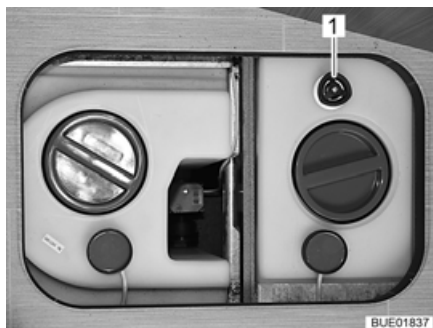

Fig. 192 Réservoir d'eau avec poignée tournante
- Faire tourner à fond dans le sens des aiguilles d'une montre la poignée tournante (Fig. 192,1) située sur le réservoir d'eau.
- Faire tourner la poignée tournante (Fig. 192,1) située sur le réservoir d'eau dans le sens inverse des aiguilles d'une montre jusqu'à ressentir une résistance. L'eau s'écoule jusqu'à ce qu'il n'en reste que 20 litres.